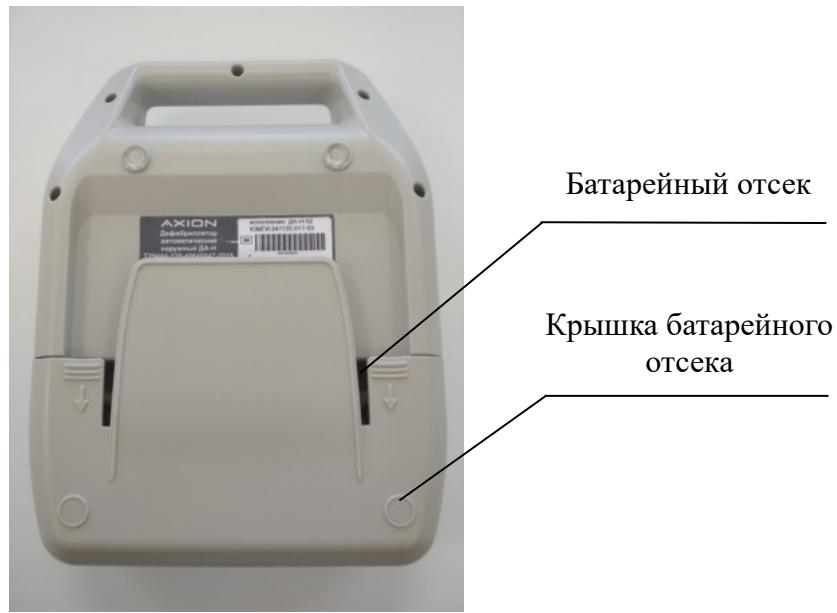

Рисунок 22
- наложите крышку на батарейный отсек и двигайте в обратном направлении от стрелок до тех пор, пока она не встанет на место со щелчком (рисунок 22).